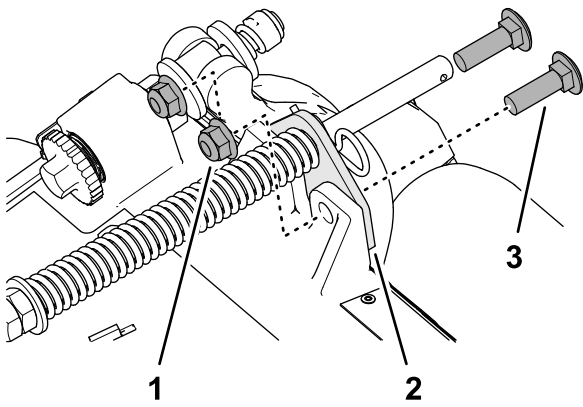

Bild 11
2. Entfernen Sie die beiden Sicherungsbundmuttern ($\frac{3}{8}$ ") und die beiden Schlossschrauben ($\frac{3}{8}$ " x $1\frac{1}{4}$ "), mit denen die Halterung des Rasenkompensierung am Rahmen des Mähwerks befestigt ist (**Bild 11**).